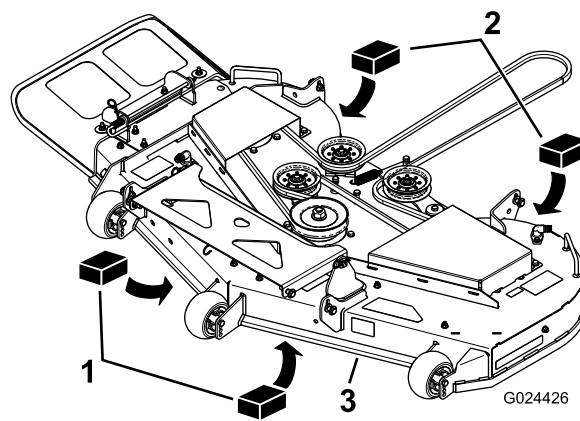

Рисунок 71
3. Установите 2 подставки толщиной по 6,6 см под каждую сторону передней кромки деки, но не под кронштейны защитного валика (Рисунок 71).
4. Установите 2 подставки толщиной по 7,3 см под заднюю кромку фартука режущей деки, по одной на каждой стороне режущей деки (Рисунок 71).